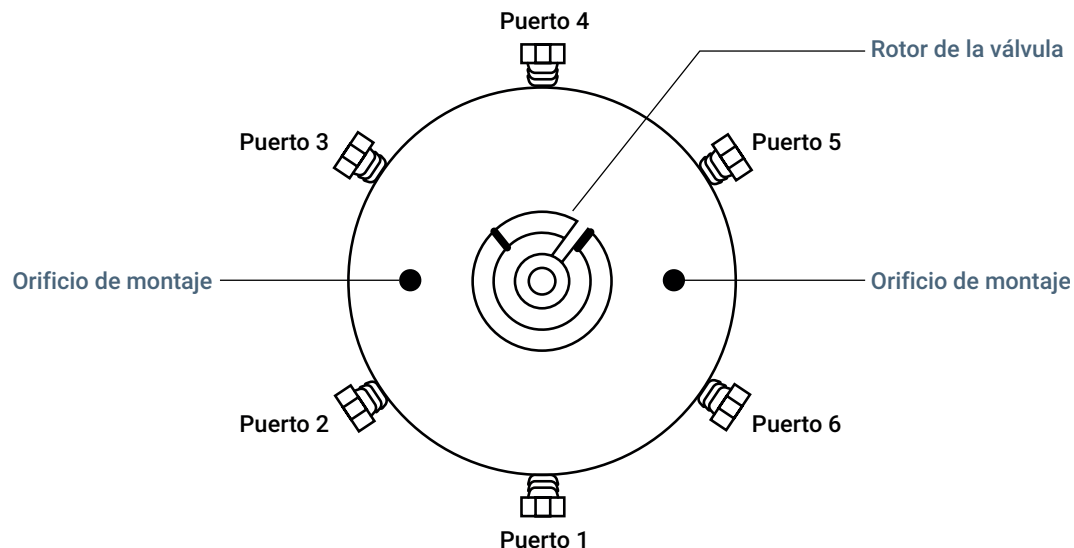

Figura 24. La válvula de 6 puertos y el rotor de la válvula
- 9 Mediante un imán lápiz, ponga el nuevo rotor en su lugar de la válvula de 6 puertos con la letra ID del rotor mirando el puerto 4 (**Figura 24**).